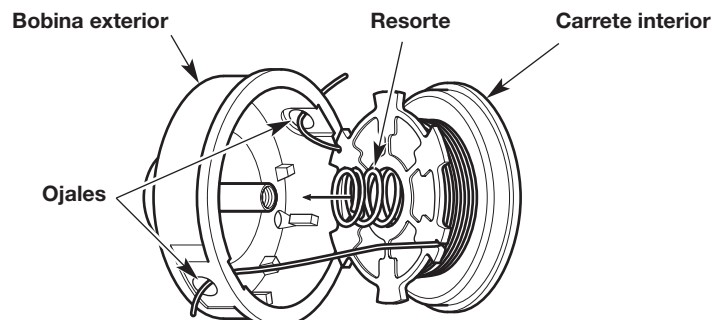

Fig. 32
1. Pase los extremos de los hilos a través de los ojales de la bobina exterior (Fig. 32).
2. Coloque el resorte dentro del carrete interior (Fig. 32).
3. Inserte el carrete interior dentro de la bobina exterior (Fig. 32). Oprima el carrete interior y la bobina exterior uno contra otro.